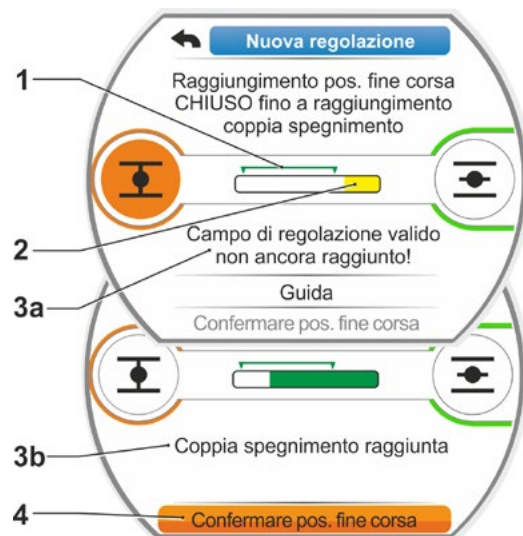

Fig. 12: Raggiungimento della posizione di fine corsa CHIUSO in caso di spegnimento in funzione della coppia torcente
b) Selezionare “Confermare le posizioni di fine corsa” (fig. 12, pos. 4).
L'attuatore trasla automaticamente finché non raggiunge la posizione di fine corsa. Il display comunica se è stato raggiunto il campo di regolazione valido (fig. 10, pos. 1) (3b) oppure no (3a) e la barra di avanzamento (2) passa da giallo a verde. Se la coppia di spegnimento viene raggiunta, compare il messaggio “Coppia di spegnimento raggiunta” (3b) e la voce del menu “Confermare la posizione di fine corsa” è attiva (fig. 12, pos. 4).